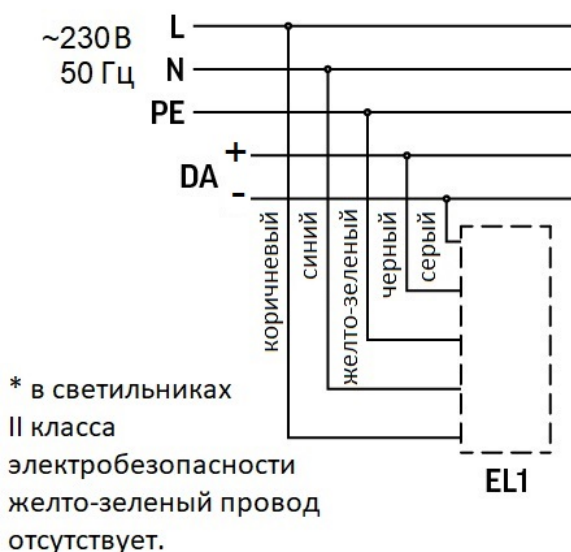

Рис.1
- закрепить светильник через монтажные отверстия.Размеры монтажных отверстий и их положение указаны на рис.1.